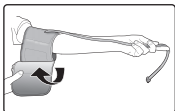

Fig. 2
4. Alinee la manguera con la arteria braquial, ligeramente a la derecha en el interior de la curva del codo, Fig 2.
2. Pulse el botón de encendido START para encender la unidad, que ejecutará una prueba automática, Fig 2, y la pantalla mostrará '0'.